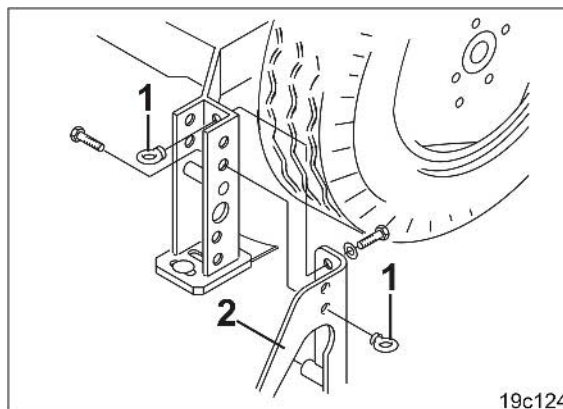

Рис. 164
- 1.1 Ослабьте две рым-гайки (Рис. 164/1).
- 1.2 Снимите следорыхлитель (Рис. 164/2).